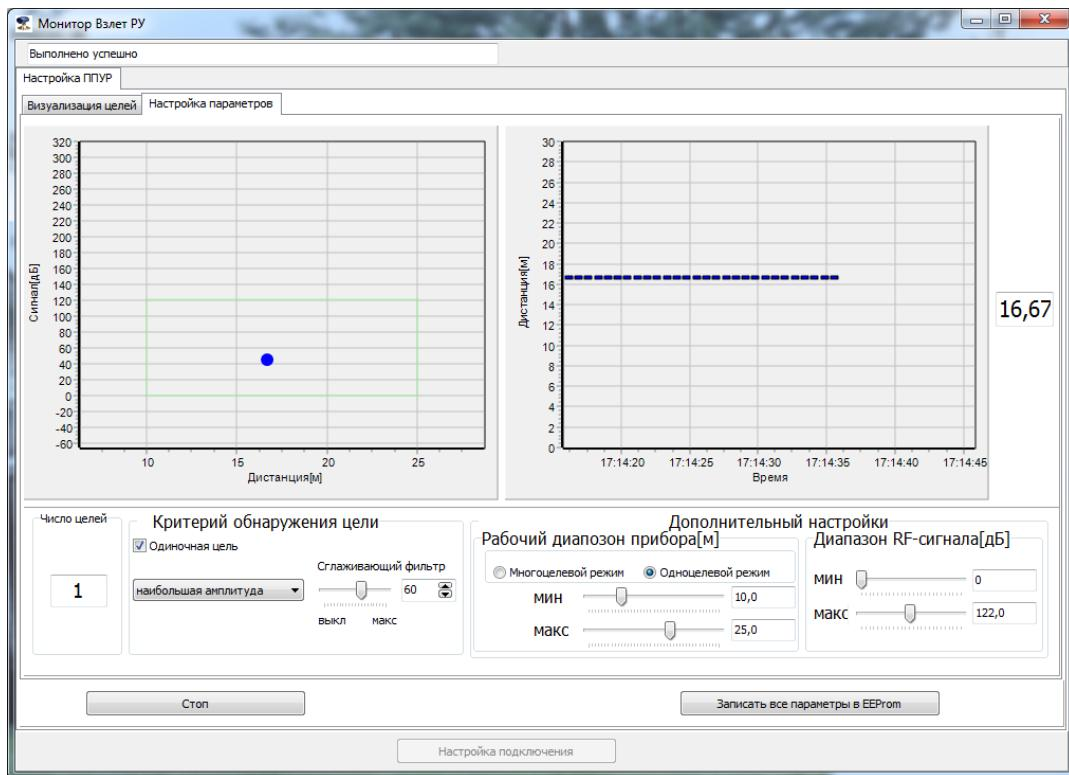

Рис.26. Окно «Настройка параметров».
- 5.7.5. Переход к настройке ППУР производится щелчком «мышки» по вкладке «Настройка параметров» в командной строке. Открывается окно, приведенное на рис.26: